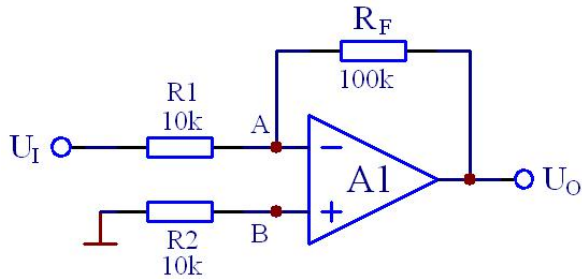

图 6.2 反相比例放大电路
实验电路如图 6.2 所示。
(3) 测量图 6.2 电路的上限截止频率。